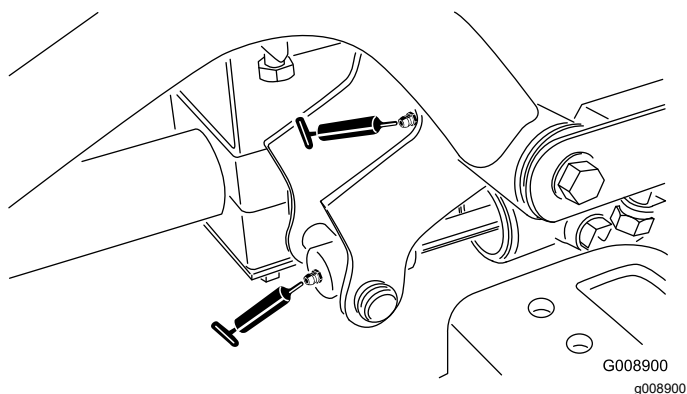

Рисунок 37
- Цилиндр поворота и подъема правого переднего подъемного рычага (2 места) (Рисунок 37)